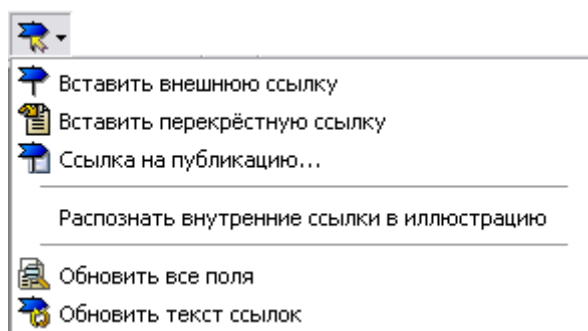

Рис. 5.206
2. На инструментальной панели **Объекты** нажмите на кнопку **Ссылки и поля**  (Рис. 5.206).